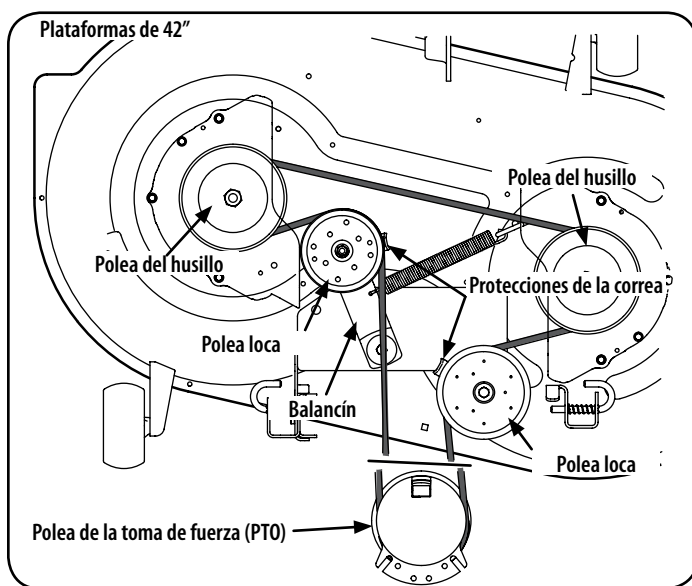
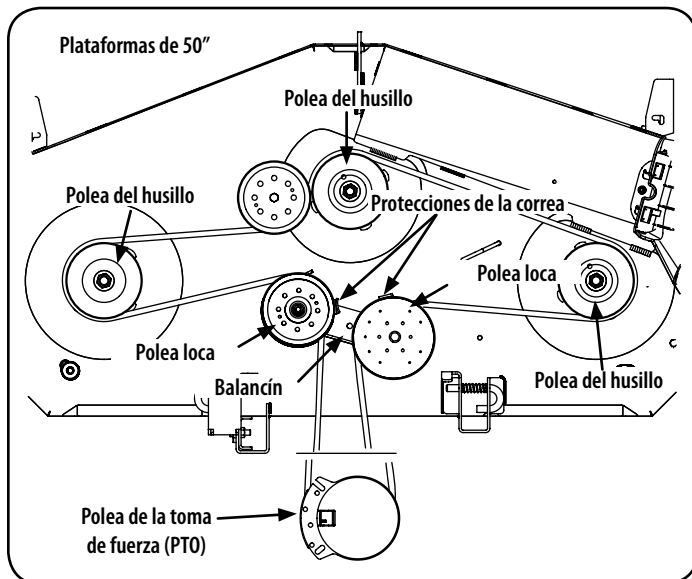

Figura 29
Figura 30
- Afloje, pero no quite los accesorios a derecha e izquierda de la polea loca. Consulte la Figura 29 las plataformas de 42" y las Figura 30 plataformas de 50".